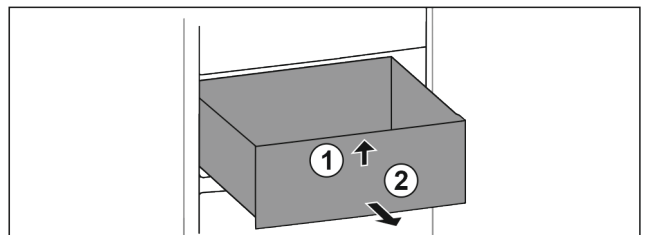

Fig. 24
- ▶ Nadvihnite zásuvku vpredu. Fig. 24 (1)
- ▶ Odoberte zásuvku dopredu. Fig. 24 (2)